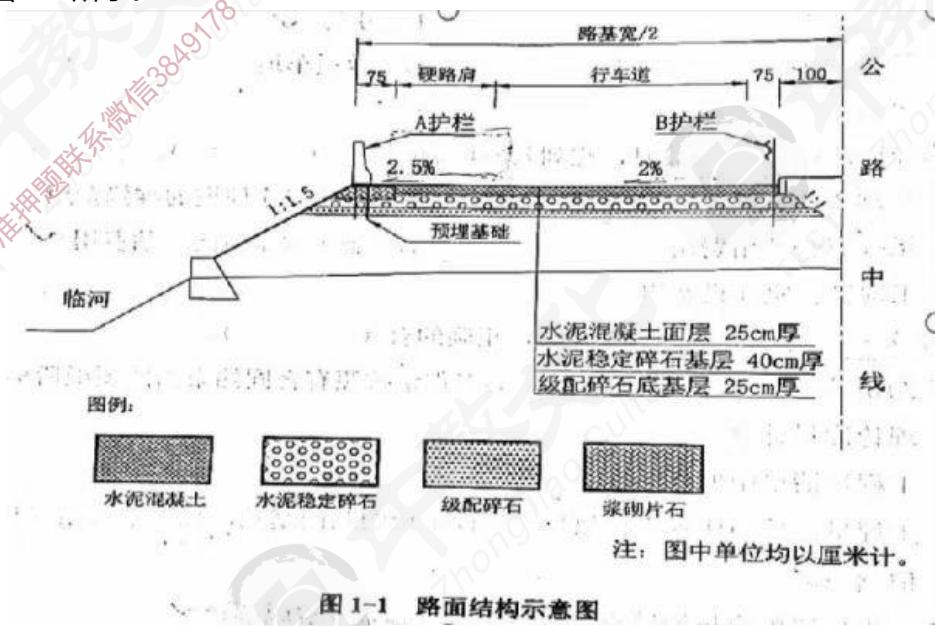

图 1-1 路面结构示意图
某施工单位在南方旅游区承建某一级公路水泥混凝土路面工程，起讫桩号为 K0+000~K22+000，当地建筑材料充足。该公路设计速度为 80Km/h. 双向四车道单车道宽度 3.75M，硬路肩宽度为 2.5M，公路左侧临河，填方路基高度为 3~5m，临河侧及中央分隔带侧均设置了安全防撞护栏，该工程主要的施工项目有：级配碎石基层、水泥稳定碎石基层、水泥混凝土面层、中央分隔带、路面防排水及交通安全路面结构如图 1-1 所示。
1. 按护栏的结构类型，写出图 1-1 中设置的 A 护栏和 B 护栏的类型名称。